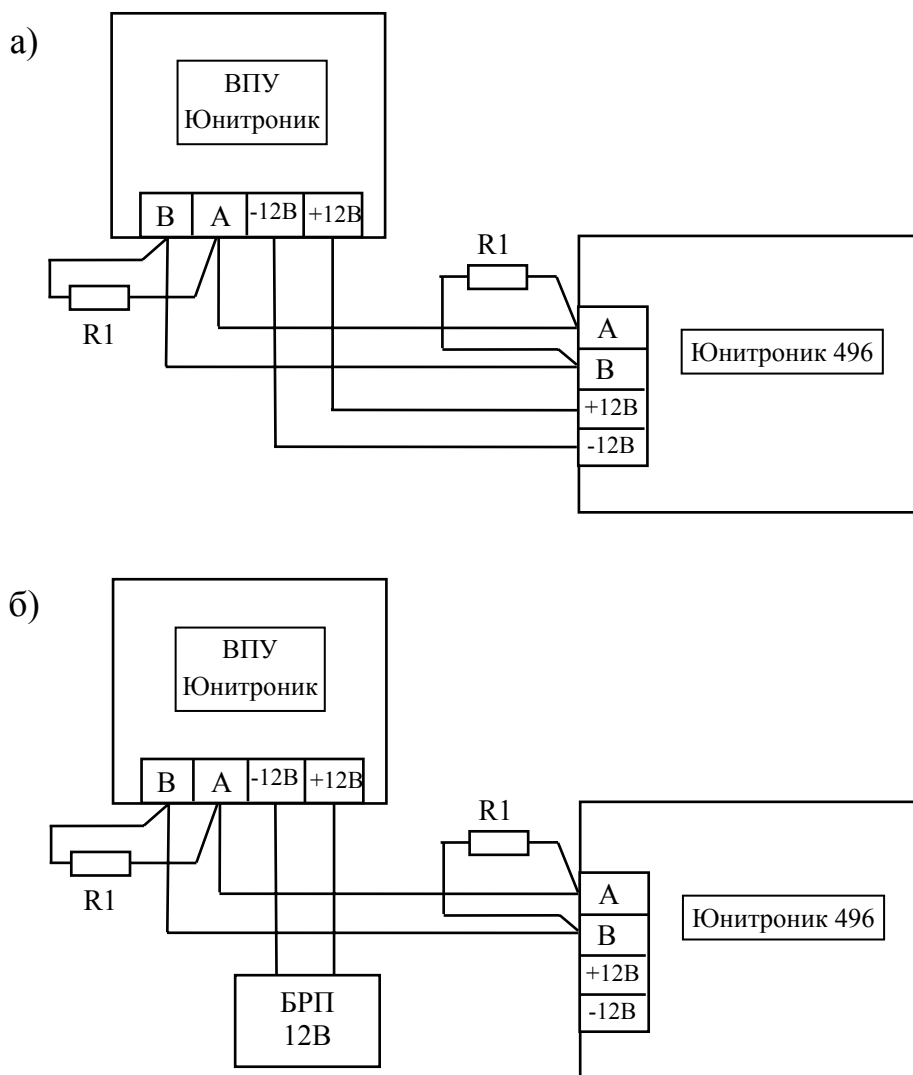

Рис. 9. Схема подключения выносного пульта управления к прибору:
7.1.4. Подключить ВПУ согласно схеме на рис.9. По первому варианту рис.9а питание пульта осуществляется от прибора, по второму варианту рис.9б - от дополнительного резервного источника питания 12В.